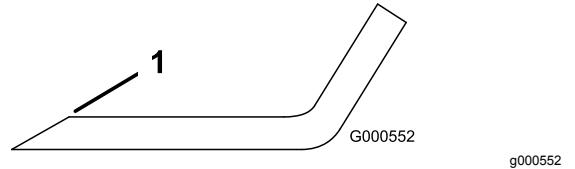

図 75
注 もし傾くようなら、重い方の裏面を少し削って調整する図 75。
- ブレードは、左右の刃先をやすりで磨く図 75。